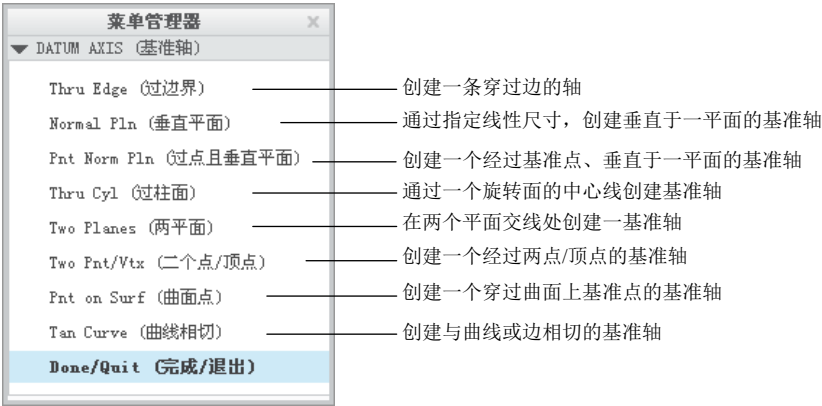

图 6.6.3 “基准轴” 菜单
- (1) 在“轴”对话框的“名称”文本栏中输入基准名 **D**。
- (2) 单击该对话框中的 **定义...** 按钮，在弹出的图 6.6.3 所示的“基准轴”菜单中选取 **Thru Cyl (过柱面)** 命令，然后选取图 6.6.1 所示的圆柱的边线。
- (3) 在“轴”对话框的 **显示** 选项组中单击 **A** 按钮。
- (4) 在“轴”对话框的放置选项组中选中 **在基准上** 单选项。
- (5) 在“轴”对话框中单击 **确定** 按钮，系统即在每个视图中创建基准符号。